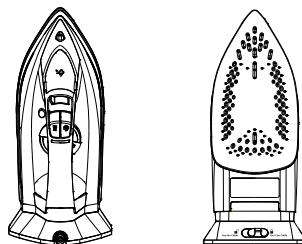

Figura 2
2. Coloque o botão para Travar/Destravar na posição para travar . Segure e levante o ferro para certificar-se de que o mesmo esteja bem travado na base de aquecimento (Figura 2).